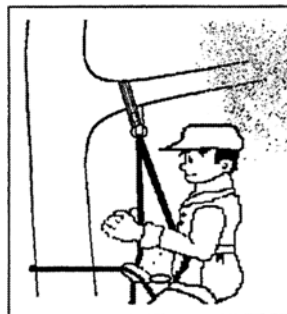

Fig. 1
1) Installation de la FAUSSE FOURCHE autour d'un support horizontal (fig 1) passer la FAUSSE FOURCHE autour du support horizontal. Enfiler la corde dans la grande boucle puis dans la petite boucle métallique. Vérifier que la boucle du cordage se trouve du côté de la grande boucle.